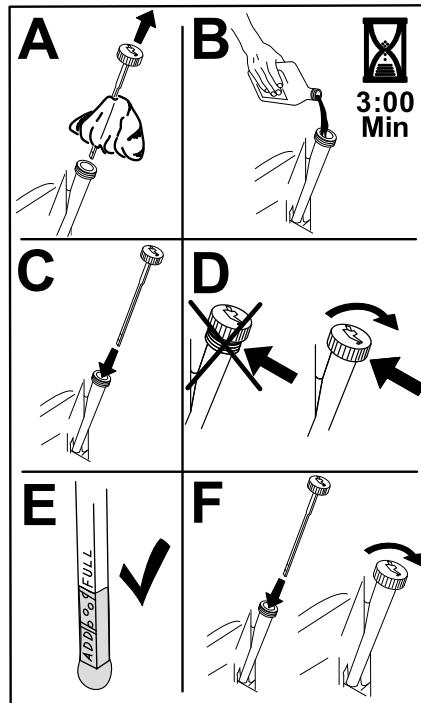

Figura 43
5. Deite cerca de 80% do óleo especificado no tubo de enchimento e adicione lentamente o óleo adicional até chegar à marca de cheio (Figura 43).